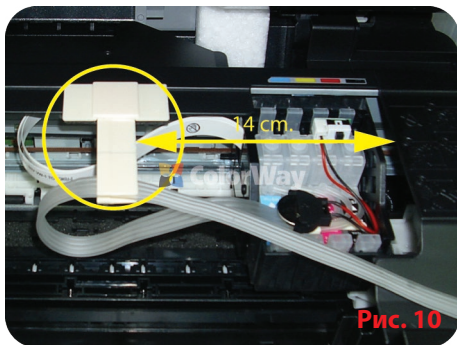

Рис. 10
5.3. При помощи двухстороннего скотча приклейте «Т-образный держатель» по центру корпуса МФУ на расстоянии 14 см. от правого края (Рис. 10). Закрепите шлейф в держателе. Для лучшей фиксации двухстороннего скотча рекомендовано обезжирить поверхность поклейки спиртосодержащей жидкостью.